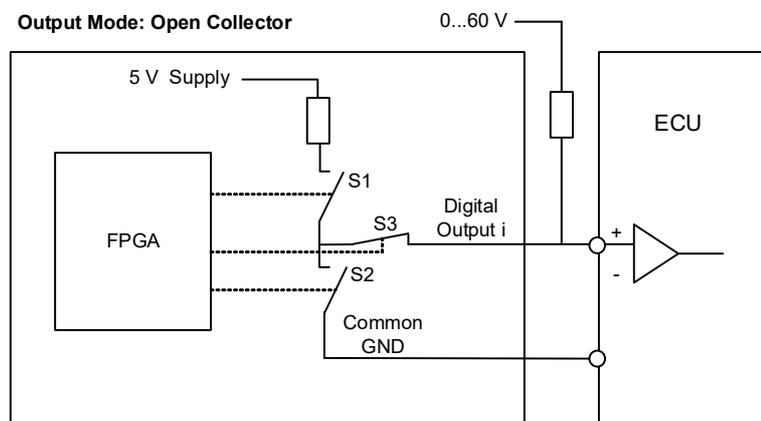

Abb. 3-2 Prinzipschaltbild eines digitalen Ausgangs
Abb. 3-2 auf Seite 26 zeigt das Prinzipschaltbild eines digitalen Ausgangs.
- Über den Pull-up-Widerstand wird der Spannungspegel des Signals festgelegt. Unter „Output Mode“ in der Registerkarte „Signals“ können Sie zwischen internem Pull-up-Widerstand nach 5 V („Pull-Up to +5 V“) und externem Pull-up-Widerstand („Open Collector“) wählen (Abb. 3-2).